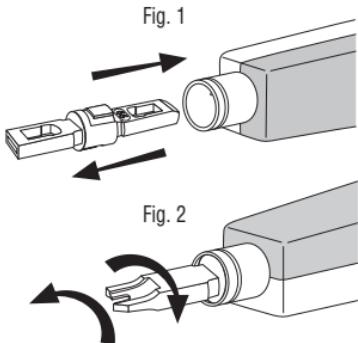

Fig. 4
- Hold the Punchdown Tool with the blade storage end facing down (Fig. 4).
- Sostener la herramienta para ponchadora con el extremo del compartimento de almacenamiento de cuchillas hacia abajo (Fig. 4).
- Segure a ferramenta de impacto com a extremidade de armazenamento da lâmina para baixo (Fig. 4).
- Tenez l'outil d'insertion, le compartiment de rangement de la lame orienté vers le bas (Fig. 4).